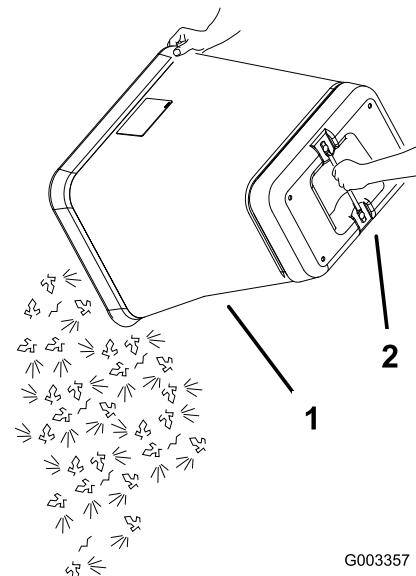

Figura 41
- Sujete el asa situada en el fondo de la bolsa y vuelque ésta para vaciarla (Figura 41).